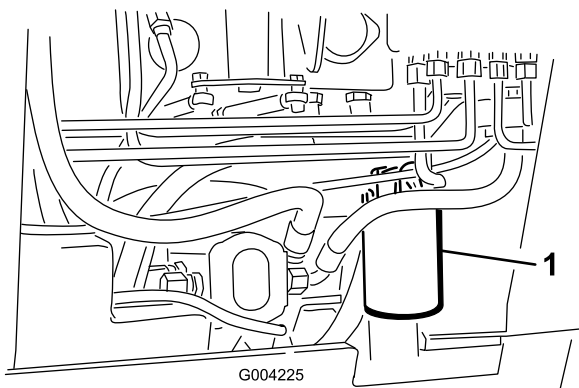

Bild 57
4. Stellen Sie eine Auffangwanne unter den Filter (Bild 57).
5. Entfernen Sie den alten Filter (Bild 57) und wischen Sie die Dichtfläche am Anbaustutzen ab.
7. Drehen Sie den Austauschfilter auf den Anbaustutzen auf (Bild 57). Ziehen Sie ihn nach rechts fest, bis die Gummidichtung den Anbaustutzen berührt. Ziehen Sie ihn dann um eine weitere 3/4 Umdrehung fester.